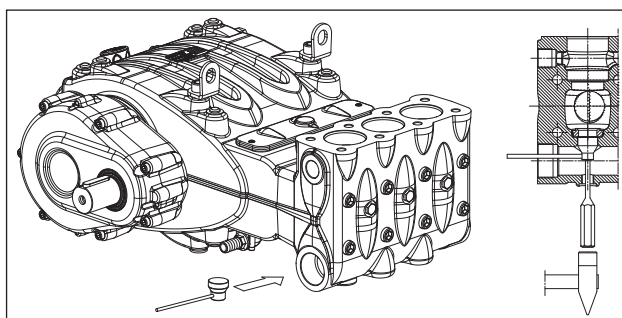

图 104
如果吸入阀组的抽出格外困难(例如用于泵长期使用而未使用而结硬壳), 可使用代码为 27516200 的(①, 图 104) 拔取器工具并按照指示操作。